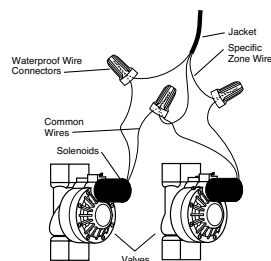

FIGURA 16: Collegamento dei cavi delle valvole
- Ogni valvola ha due cavi. Un cavo deve essere collegato come neutro. I cavi neutri di tutte le valvole possono venir collegati insieme in un unico cavo che porta al timer. L'altro cavo della valvola deve essere collegato al cavo specifico della stazione che controllerà quella valvola [vedere figura 16].